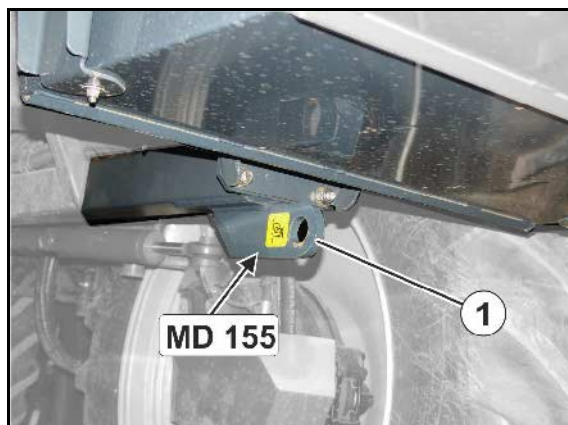

Fig. 4
- Un punct de legare în față (Fig. 4/1)